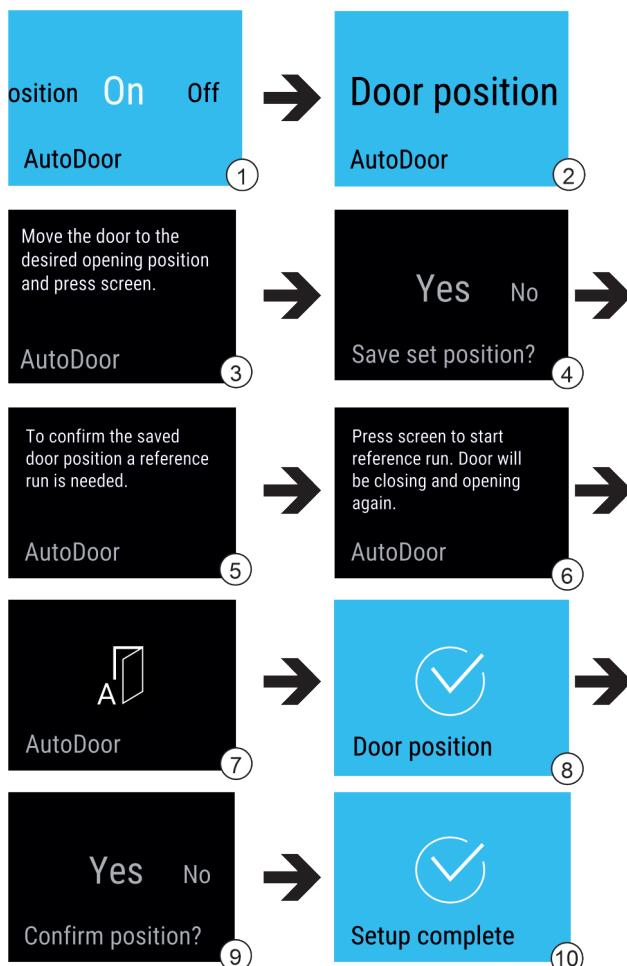

Fig. 14
- Изберете функцията AutoDoor. Fig. 14 (1)
- На дисплея пълзгайте индикацията, докато се появии Door position. Fig. 14 (2)
- Конфигуриране на ъгъла на отваряне на вратата: Отворете вратата на поне 70°. Fig. 14 (3)
- Потвърждаване на ъгъла на отваряне на вратата: Докоснете съобщението на дисплея. Fig. 14 (4)
- Стартiranе на референтно движение: Докоснете дисплея. Fig. 14 (6)
- Дисплеят мига. Fig. 14 (7)
- Референтното движение е успешно: Дисплеят става син за 2 секунди. Fig. 14 (8)
- Потвърдете на ъгъла на отваряне на вратата. Fig. 14 (9)
- Дисплеят става син. Fig. 14 (10)